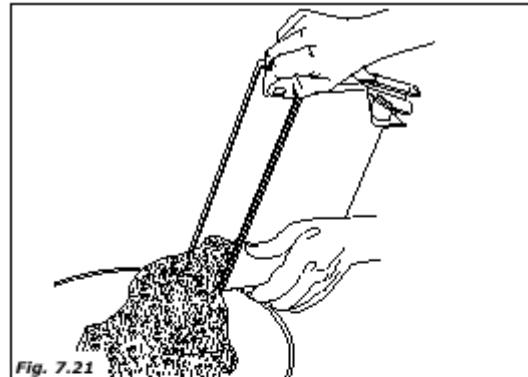

Fig. 7.21
- выложите все продукты из контейнеров (рис. 7.21).